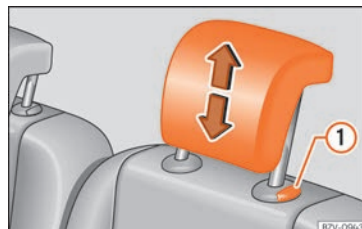

Fig. 155 Ajuste del apoyacabezas de la segunda o tercera fila de asientos.
- Suba el apoyacabezas en la dirección de la flecha o bájelo » » » **fig. 154** o » » » **fig. 155**  al pulsar el botón » » »  en **Desmontar y montar los apoyacabezas de la pág. 161**.